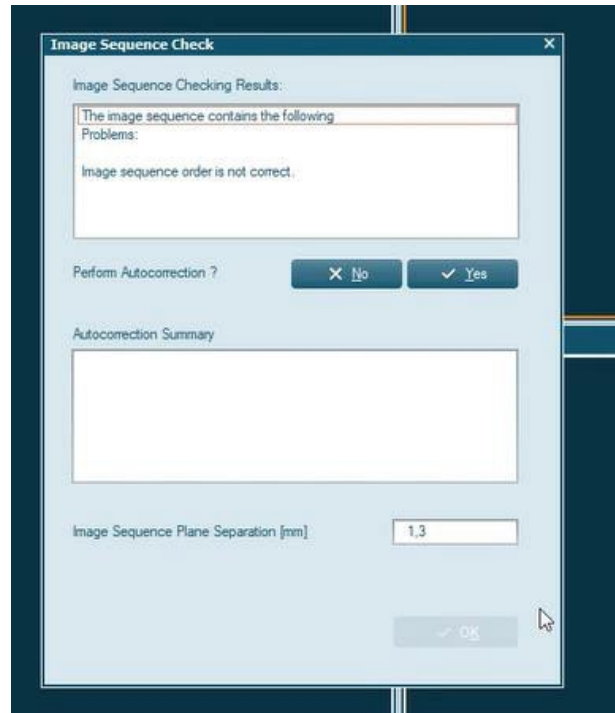

Figura 1 Janela de verificação da sequência de imagens
Nesses casos, quando os usuários importam imagens de TC para HDRPlus 3.x e SagiPlan, uma *verificação de sequência de imagens* automática é executada após o carregamento de novas imagens. Os resultados são exibidos na janela *Image Sequence Check* (consulte a Figura 1).
3. Se a *Length Unit* estiver definida como milímetros, o usuário deverá revisar cuidadosamente e, se necessário, ajustar o valor de Separação do Plano de Sequência de Imagem durante a importação ao trabalhar com espessuras de corte com duas casas decimais, conforme mostrado na Figura 1. Os usuários devem considerar que essa abordagem não é intrinsecamente segura, portanto, a solução 1 ou 2 é altamente recomendada.